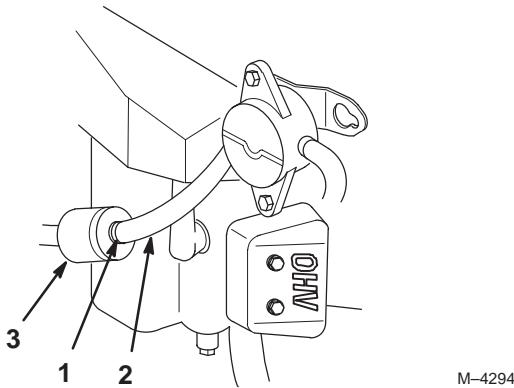

Figure 39
5. Pincez les extrémités du collier de fixation et poussez le collier le long de la conduite d'alimentation, en direction du réservoir de carburant (Fig. 39).
6. Débranchez les conduites d'alimentation du filtre (Fig. 39). Ouvrez le robinet d'arrivée d'essence et laissez l'essence s'écouler dans un bidon agréé.
5. Pincez les extrémités des colliers et faites glisser ceux-ci pour les éloigner du filtre (Fig. 39).
7. Posez un filtre neuf et rapprochez les colliers de fixation du filtre (Fig. 39).